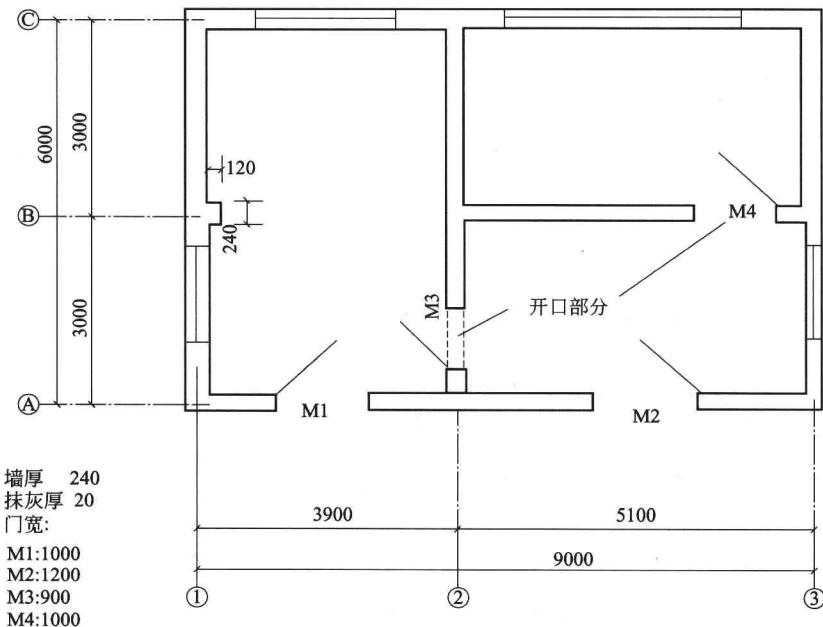

图 1-7 某建筑平面图
**【例 1-7】** 根据图 1-7 中的尺寸和上例的数据, 计算该建筑物室内花岗岩地面的